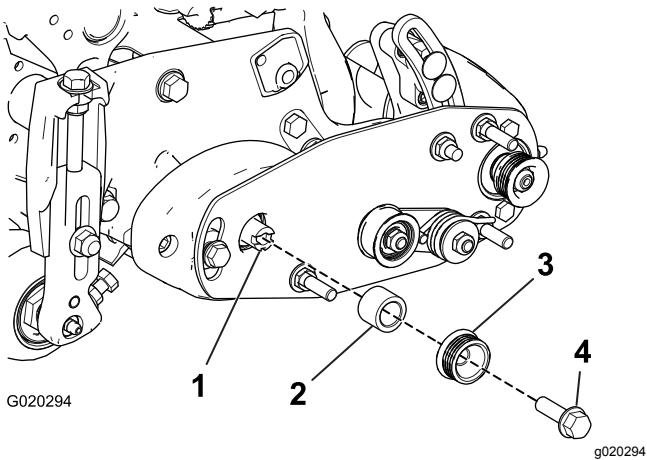
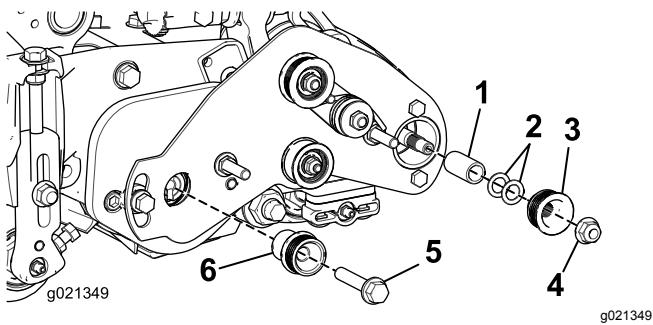

図 19
図 20
34. スペーサに駆動ブーリを挿入し、駆動シャフトにはめる図 19 と図 20。
35. ブーリとスペーサを駆動シャフトに固定するフランジヘッドボルト $\frac{3}{8} \times 2"$ 1本を使用する図 19 と図 20。
36. 22" カッティングユニットの場合のみ スペーサと受動ブーリをロックナットで取り付ける図 20。